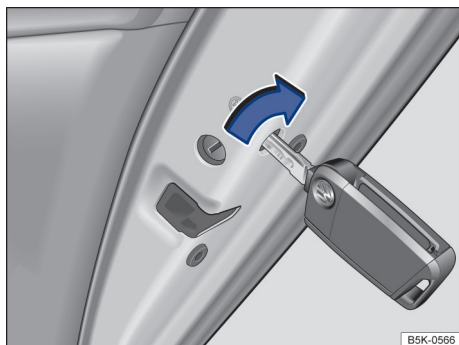

Fig. 61 Travamento de emergência do veículo com a chave do veículo.
- Inserir a haste da chave na fenda → **Fig. 61** e girar.